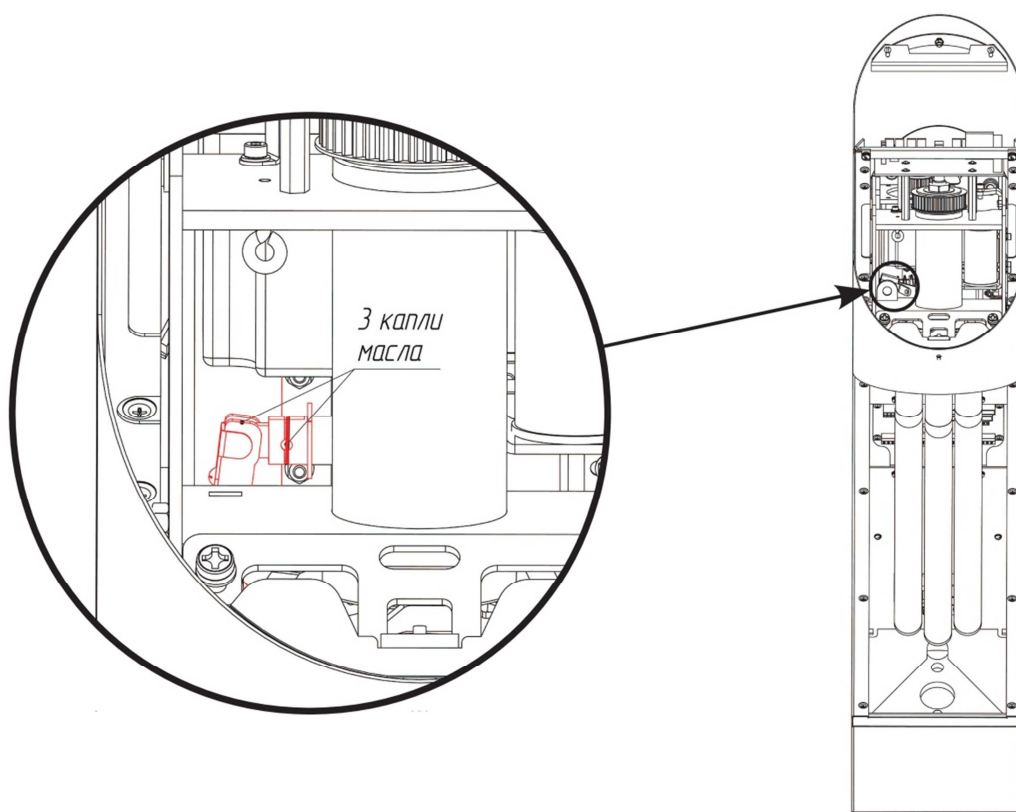

Рис. 14
5.3. Серьга между блоком стопора и соленоидом (рис. 14).